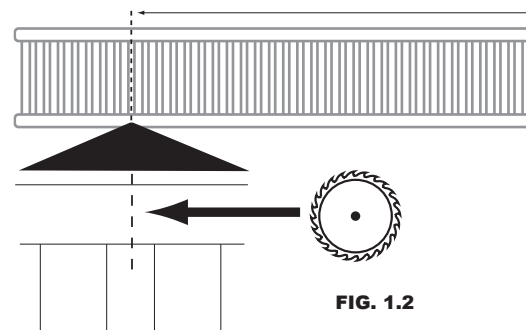

FIG. 1.2
4. En utilisant les mesures de longueur de la tablette SUPÉRIEURE (A) obtenues de la configuration désirée (se reporter au schéma de configuration sélectionnée), mesurer et couper la longueur si nécessaire. (Voir la Fig. 1.2 pour l'emplacement de coupe recommandé). (Remarque : Couper les tablettes au centre de la ligne. Si l'emplacement de la coupe tombe sur une latte, couper le long de l'espace le plus proche de la ligne).
4. En utilisant les mesures de longueur pour les tablettes INFÉRIEURES (D) prises de votre configuration sélectionnée (se reporter au schéma de configuration sélectionnée), mesurer et couper la longueur si nécessaire. (Voir la Fig. 1.2 pour l'emplacement de coupe recommandé).